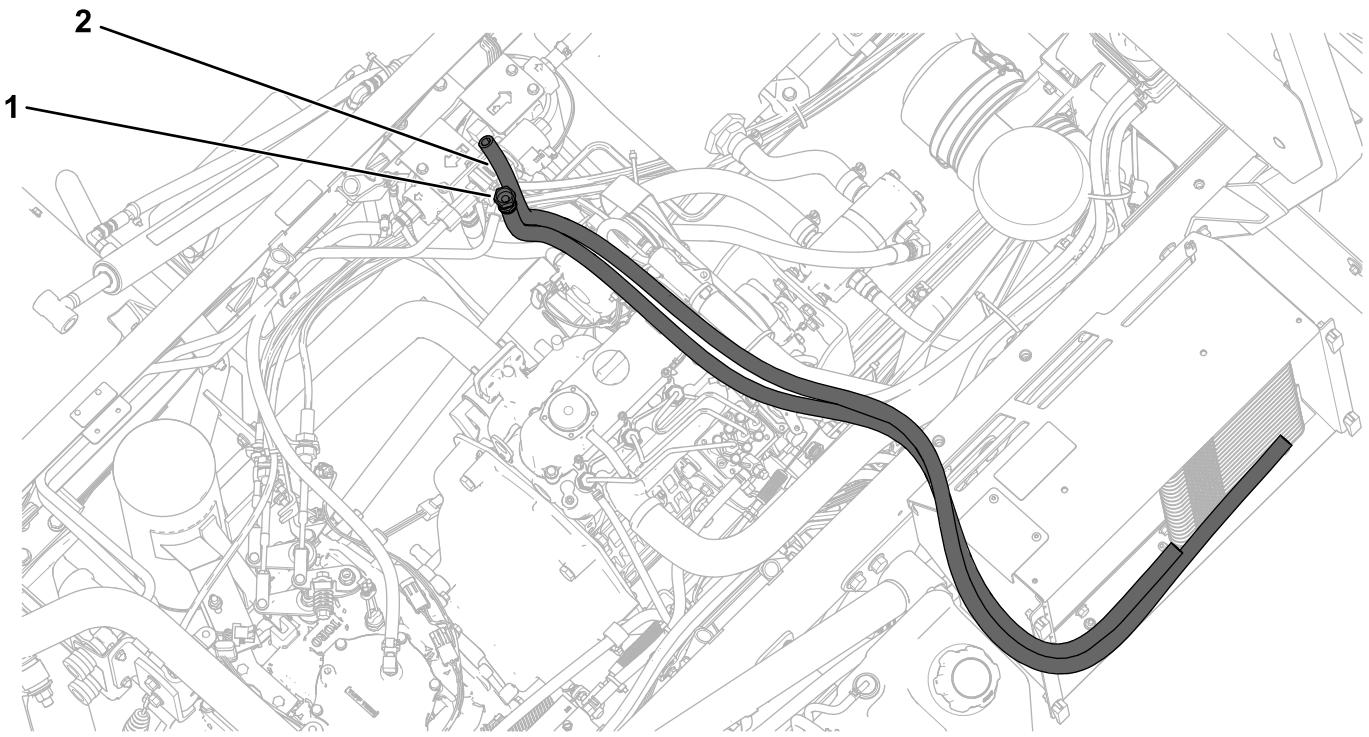
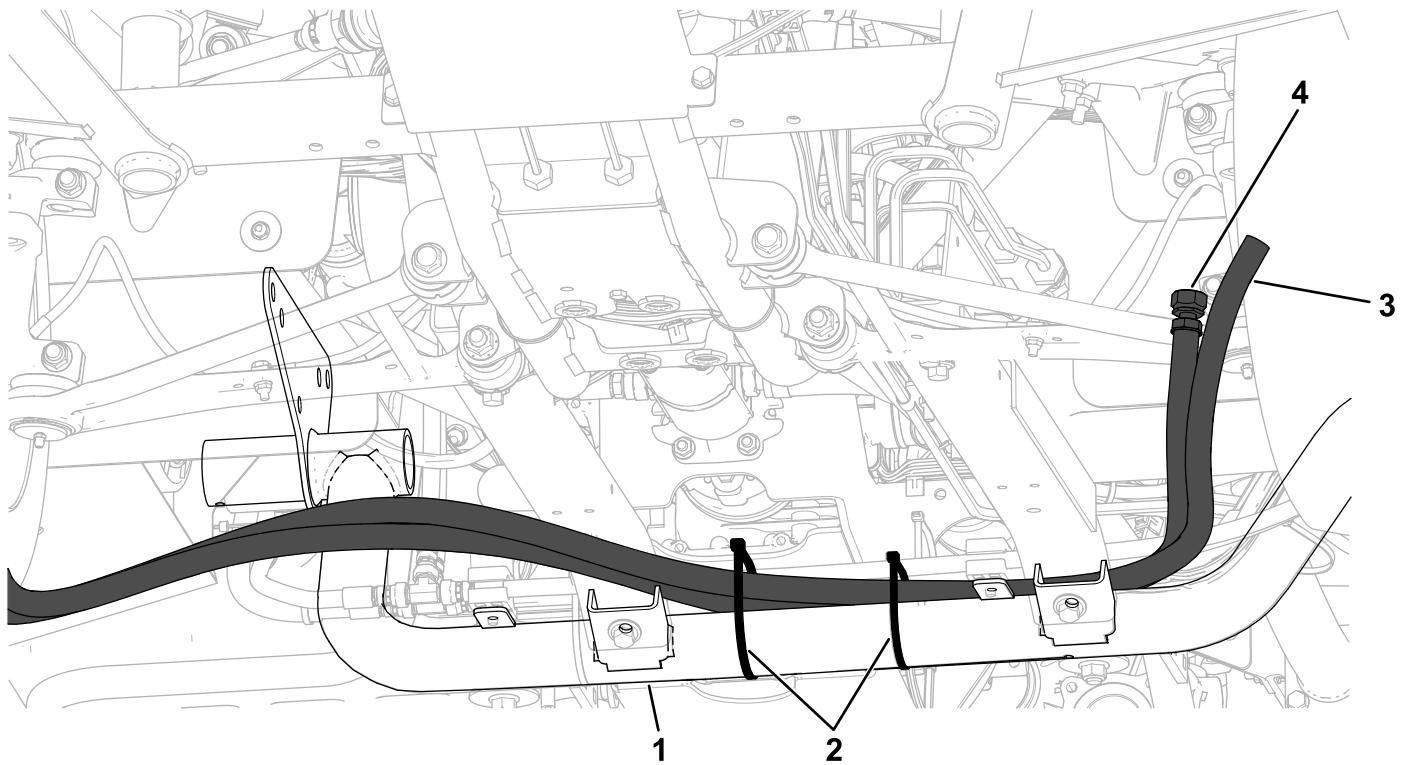

Figura 17
Figura 18
- Fissate il flessibile ($\frac{1}{2}$ " x 51") con raccordo al raccordo posteriore del refrigeratore e al raccordo alla base della valvola come illustrato nella Figura 17 e Figura 18. Fissate il flessibile al raccordo del refrigeratore con una fascetta stringitubo piccola.
- Fissate il flessibile ($\frac{1}{2}$ " x 63") al raccordo anteriore del refrigeratore e al raccordo di entrata della testa del filtro idraulico come illustrato nella Figura 17 e Figura 18. Fissate i flessibili con 2 fascette stringitubo piccole.